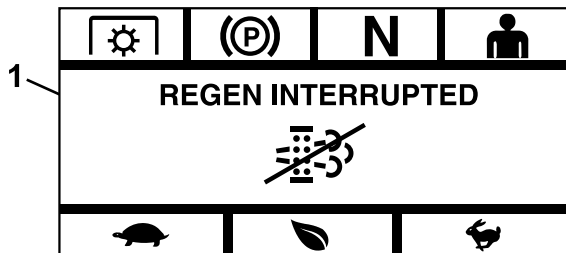

Bild 18
- **Interrupted [Unterbrochen]:** Wenn Sie den Prozess unterbrechen, zeigt das Modul den Bildschirm „Regen Interrupted“ [Regeneration unterbrochen] an (Bild 18).